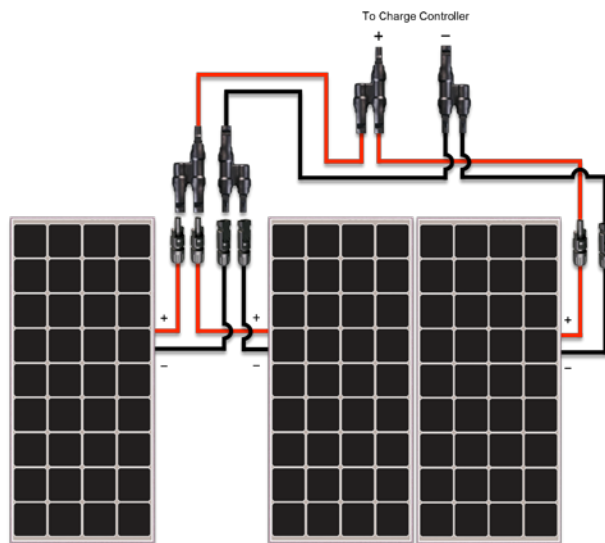

Figura 8.3 Tres Paneles RNG-100D en paralelo
Tres paneles solares es la cantidad máxima de los paneles que se pueden conectar en paralelo si son adyacentes uno a otro, sin necesidad de utilizar el cableado extra. La **Figura. 8.3** anterior muestra la disposición para la conexión de tres paneles solares en paralelo. Recuerde que esta disposición es aplicable si los tres paneles solares se montan adyacentes uno a otro. Esta conexión requiere dos (2) pares de conectores de derivación MC4. Cuando uno o varios paneles se montan en diferentes locaciones, es decir, separados por una distancia, los paneles tienen que ampliarse con los cables de extensión MC4 (vendidos por separado).